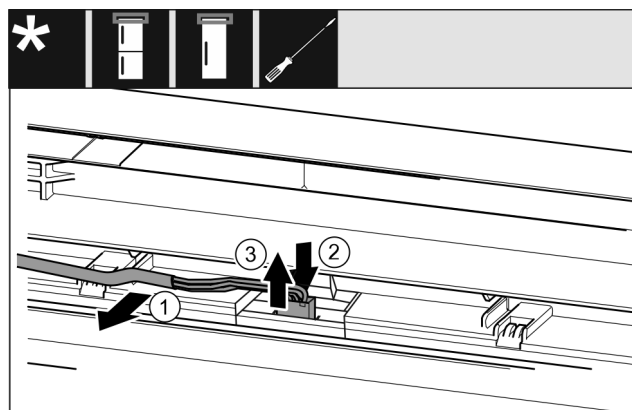

Fig. 19 Réfrigérateurs-congérateurs / congérateurs / réfrigérateurs
- Désolidariser avec précaution le câble Fig. 19 (1) du guide dans la porte.
- Pousser la languette Fig. 19 (2) derrière le connecteur vers l'arrière.
- Retirer avec précaution le connecteur Fig. 19 (3) par le haut.